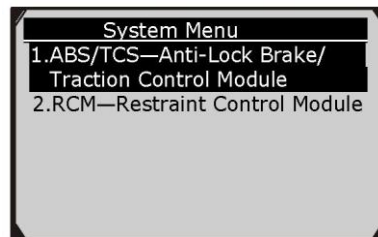

Рисунок 6-18
11) Выберите параметр **Control Unit [Блок управления]**, чтобы перейти в окно **System Menu [Системное меню]**. После этого выберите необходимый **блок управления**, чтобы получить информацию о диагностических кодах, хранящихся в памяти бортовой компьютерной системы автомобиля. См. рисунок 6-18.